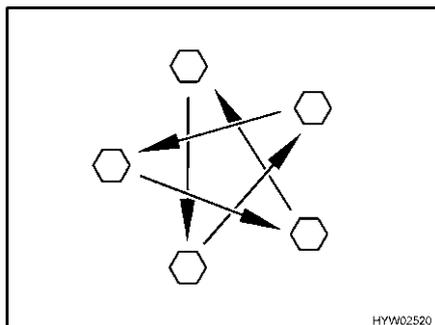

Fig. 244 Apretar las tuercas o los tornillos de las ruedas en forma de cruz
- Comprobar periódicamente que las tuercas o tornillos de las ruedas estén firmemente apretados. Reajustar en forma de cruz (Fig. 244) las tuercas o tornillos después de cambiar una rueda, al cabo de 50 km. Par de apriete, véase apartado 13.5.2.
- ▷ Apretar en forma de cruz las tuercas o los tornillos de las ruedas (Fig. 244).